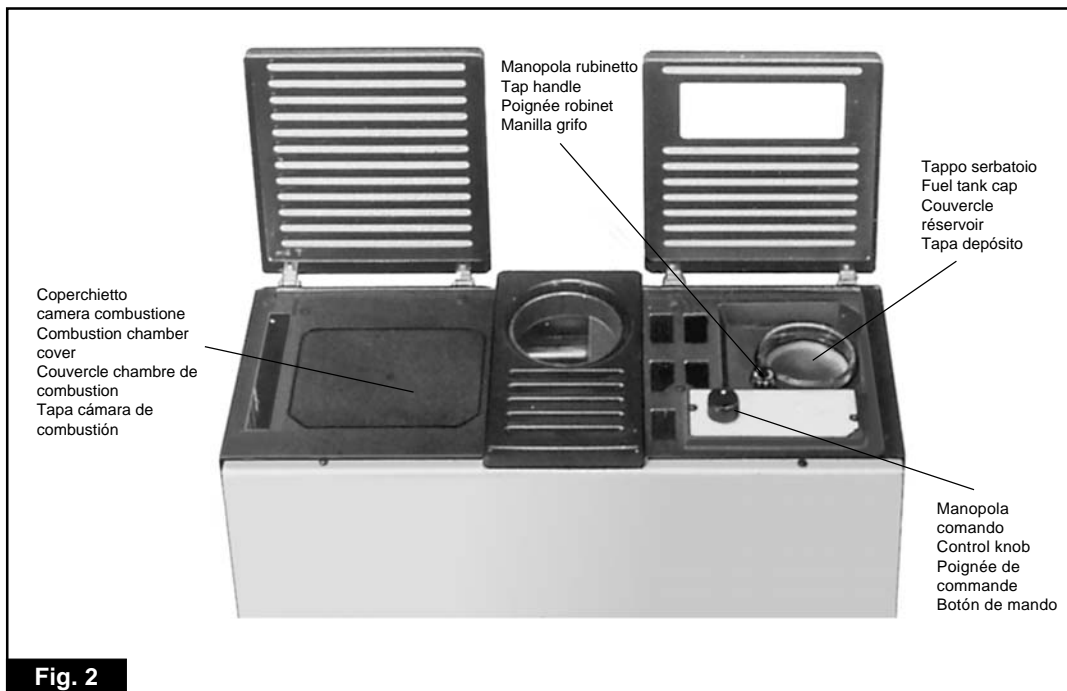

Fig. 2
Il tiraggio minimo richiesto per una perfetta combustione del kerosene o gasolio a regime massimo della stufa è di mm 1,5/2 di colonna d'acqua di depressione misurabile con apposito strumento inserito nel foro del coperchio camera combustione (fig. 2).
The minimum draught required for perfect combustion of kerosene or gas oil at maximum stove power is a pressure drop of 1.5-2 mm H₂O, which can be measured using a special instrument inserted through the hole in the combustion chamber cover (fig. 2).
Le tirage minimum requis pour une parfaite combustion du kérosène ou du gasoil au régime maximum du poêle et de 1,5/2 mm de colonne d'eau de dépression mesurable au moyen de l'instrument spécial inséré dans l'orifice du couvercle de la chambre de combustion (fig. 2).
El tiro mínimo requerido para una perfecta combustión del queroseno o gasóleo a régimen máximo de la estufa es de 1,5/2 mm. de columna de agua de depresión, que puede medirse con el instrumento destinado a tal fin colocado en el orificio de la tapa de la cámara de combustión (fig. 2).
- 3) Togliere il tappo serbatoio (fig. 2), effettuare il caricamento combustibile e procedere nel modo seguente:
- 4) Ruotare la manopola rubinetto serbatoio (fig. 2) nel senso della freccia rivolta verso la dicitura "aperto".
- 6) Portare la manopola comando (fig. 2) sulla posizione 1 e attendere almeno 10 minuti.
- 7) Acceso il bruciatore spostare gradualmente ad intervalli la manopola comando (fig. 2) sino al raggiungimento della posizione voluta.
- 3) Take off the fuel tank cap (fig. 2), fill up with fuel, then proceed as follows:
- 4) Turn the fuel tank tap handle (fig. 2) in the direction marked by the arrow with the word "aperto" (open).
- 6) Turn the control knob (fig. 2) round to position 1 and wait at least 10 minutes.
- 7) Once the burner has lit, move the control knob (fig. 2) gradually and at intervals until the desired position is reached.
- 3) Oter le bouchon du réservoir (fig. 2), introduire le combustible et procéder de la manière suivante:
- 4) Tourner la poignée du robinet du réservoir (fig. 2) dans le sens de la flèche tournée vers l'inscription "aperto" (ouvert).
- 7) Une fois le brûleur allumé, tourner graduellement la poignée de commande par intervalles (fig. 2) jusqu'à atteindre la position voulue.
- 3) Quitar el tapón del depósito (fig. 2), carguen el combustible y realicen las siguientes operaciones:
- 4) Giren la manilla del grifo del depósito (fig. 2) en el sentido que indica la flecha, colocándola hacia la palabra "aperto" (abierto).
- 6) Coloquen el botón de mando (fig. 2) en la posición 1 y esperen por lo menos 10 minutos.
- 7) Una vez encendido el quemador desplacen gradualmente y a intervalos el botón de mando (fig. 2) hasta alcanzar la posición deseada.
- 1) Portare la manopola comando (fig. 2) in posizione "0".
- 2) Ruotare la manopola rubinetto serbatoio (fig. 2) sino a fine corsa, nel senso della dicitura "chiuso".
- 1) Turn the control knob (fig. 2) to the "0" position.
- 2) Turn the fuel tank tap handle (fig. 2) as far as it will go in the direction of the word "chiuso" (closed).
- 1) Mettre la poignée de commande (fig. 2) en position "0".
- 2) Tourner la poignée du robinet du réservoir (fig. 2) jusqu'en fin de course, dans le sens de l'inscription "chiuso" (fermé).
- 1) Coloquen el botón de mando (fig.2) en posición "0".
- 2) Giren la manilla del grifo del depósito (fig.2) hasta fin de carrera, hacia la palabra "cerrado".